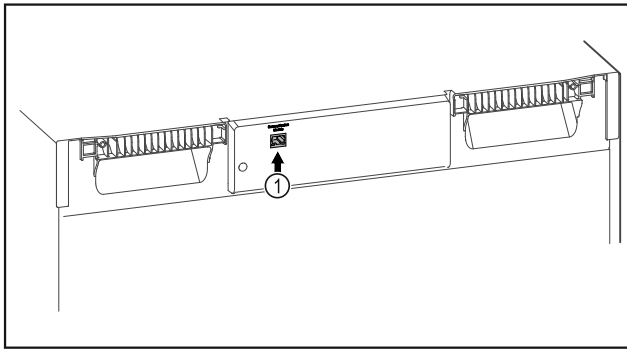

Fig. 88
- SmartModule Fig. 88 (1) is geplaatst.